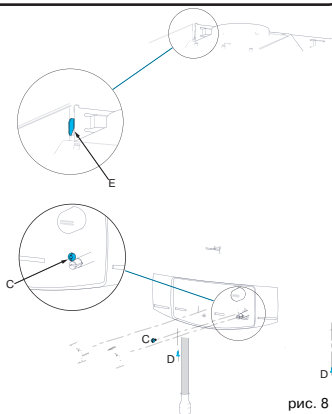

рис. 8
- Отверните винт **C** крепления декоративной панели (находится под рукояткой регулятора температуры) (рис. 8)
- Отверните 2 винта **D** крепления передней панели (рис. 8)
- Приложите переднюю панель к аппарату (рис. 8)
- Установите на место рукоятки регулировки подачи газа (23) и регулятора расхода (22).